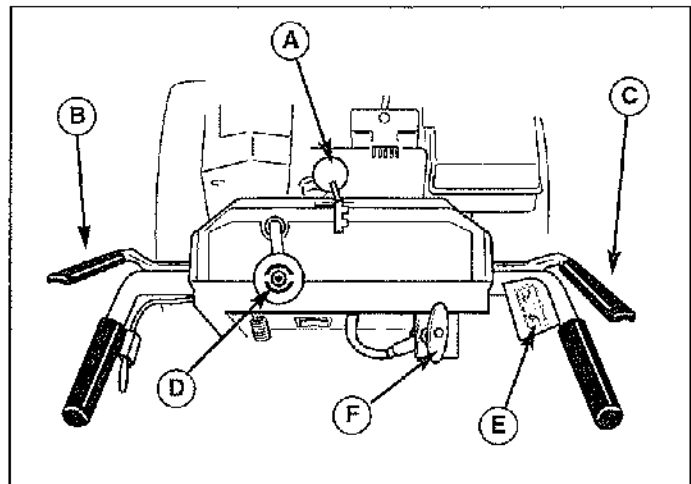

Figure 2. Commandes (depuis la position de l'utilisateur)
7. Contrôler le bon fonctionnement de la commande d'avance (B, Figure 2) et de la commande de fraise (C). Si des réglages s'avèrent nécessaires, se reporter aux instructions de la section Entretien et réparation.
8. Contrôler le bon fonctionnement de la commande de direction d'éjection (D, Figure 2). La manche d'éjection doit tourner librement dans les deux sens. Se reporter aux instructions de réglage et de dépannage dans la section Entretien et réparation du manuel.
9. Contrôler le bon fonctionnement du déflecteur d'éjection (E, Figure 2). Le déflecteur doit pivoter librement vers le haut et la bas lorsque le bouton de réglage est desserré.
11. Contrôler le fonctionnement du sélecteur de vitesse (A, Figure 2). La manette doit passer librement d'un rapport de vitesse à l'autre et rester en position lorsqu'elle est relâchée. S'il n'est pas possible de placer sans difficulté le sélecteur de vitesse dans toutes les positions avant et arrière, contacter le revendeur local agréé.
3. Serrer à fond le levier d'embrayage de la fraise (C, Figure 2) sur la poignée droite pour commander la rotation de la fraise. La fraise se débraye lorsque la commande d'embrayage de la fraise est relâchée - sauf si la commande Free-Hand(tm) a été actionnée (voir étape 5 ci-dessous).
4. Serrer à fond le levier de commande d'avance/Free-Hand(tm) (B, Figure 2) sur la poignée gauche pour embrayer la traction et faire avancer la déneigeuse. Pour débrayer la traction, relâcher complètement ce levier.
6. Sélectionner les rapports de vitesse avant ou arrière selon les besoins à l'aide du sélecteur de vitesse (A, Figure 2). Relâcher les deux leviers de commande avant de changer de rapport.
Utiliser le sélecteur de vitesse (A, Figure 2) pour choisir la vitesse de déplacement de la déneigeuse. Il y a cinq vitesses avant et deux vitesses arrière.
Pour changer de vitesse, relâcher les deux leviers de commande (B, Figure 2) puis placer le sélecteur de vitesse sur le rapport souhaité. Serrer à fond les leviers de commande pour repartir.